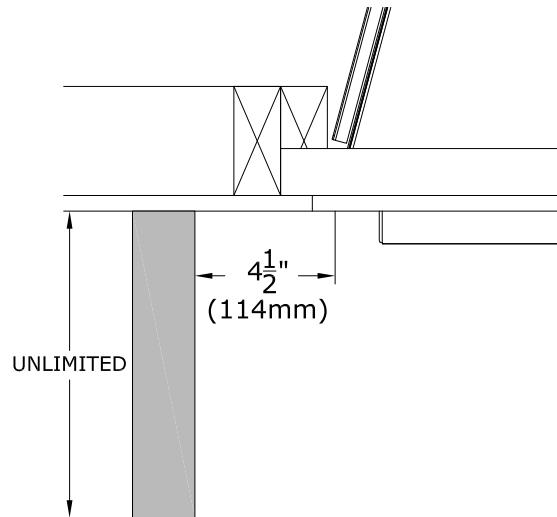

Figure 4.5 - Projection du mur latéral combustible
- Montants (piédroits) du manteau : Voir la FIGURE 4.5 et le paragraphe ci-dessous «Dégagements aux murs latéraux combustibles».
- Dégagements aux murs latéraux combustibles : Le dégagement minimum des côtés du foyer aux murs latéraux combustibles est de 4-1/2 po (114 mm) et à cette distance, ces murs latéraux peuvent être de longueur illimitée. Même exigence pour les montants (piédroits) du manteau du foyer. Voir FIGURE 4.5.